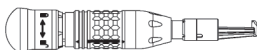

Figura 5
1. Segure a peça de mão com firmeza com uma mão e com a outra mão empurre e rode a manga de libertação do dispositivo de fixação até a seta estar alinhada com o símbolo de desbloqueio (Figura 5).